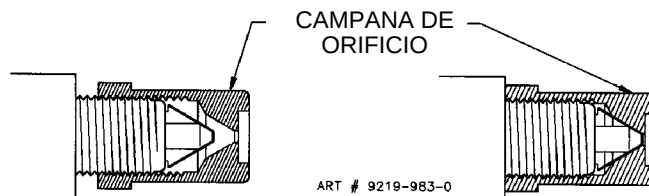

FIGURA 9C
- NOTA:** En las unidades que usen válvulas de seguridad Eaton para hornos, destornille las campanas de orificio del quemador para sacarlas del pasador (vea la figura 9C). 1 1/2 a 2 vueltas aproximadamente.